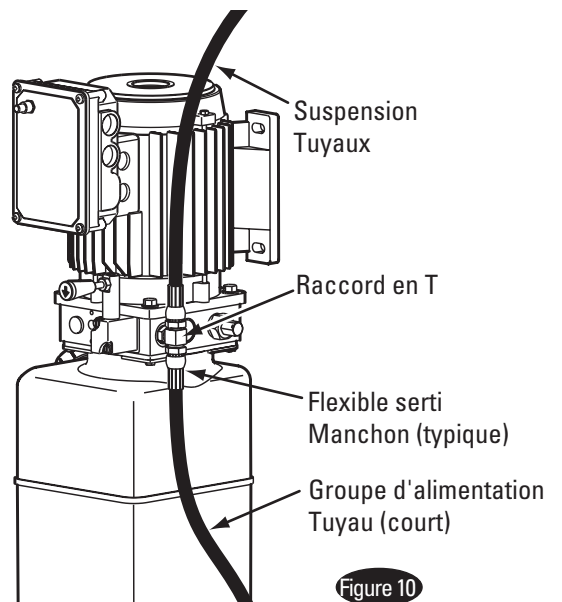

Figure 10
10. Tuyaux : Nettoyez les adaptateurs et le tuyau. Inspectez tous les filets pour la présence de dommage et les extrémités de flexible pour s'assurer qu'ils sont sertis, Figure 10. Installez le tuyau et les colliers de serrage, Figure 12 et Figure 16.